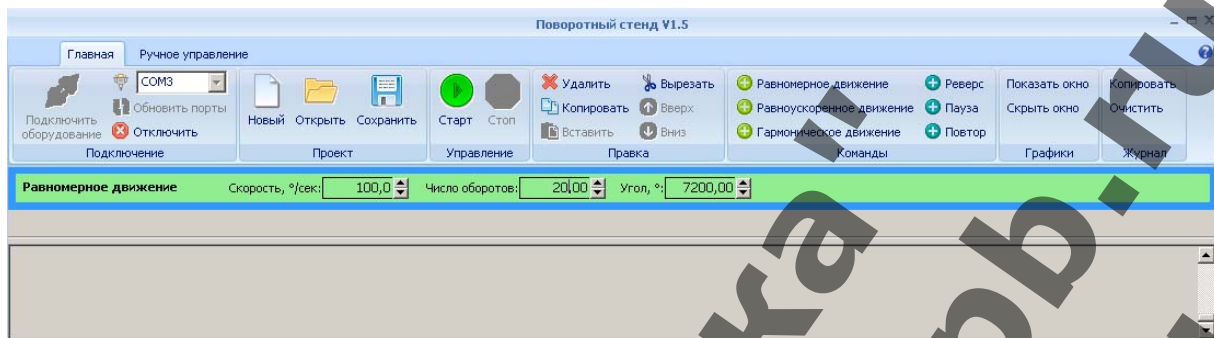

Рисунок 7.
2.3.3 Вкладка «Главная» позволяет задавать различные режимы движения и управлять сценарием управления движения для диапазона скоростей 0,0001 – 3500 %/сек (рисунок 7).
При правильном подключении симулятора кнопка «Подключить оборудование» будет неактивна, а кнопка «Отключить» активна (рисунок 6). Кнопки команд управления становятся активны при выборе режима движения (рисунок 7).